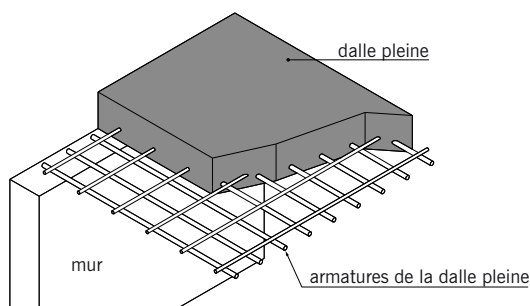

fig. 4.2
■ La **dalle pleine** (fig. 4.2) : plancher en béton armé de 15 à 20-cm d'épaisseur coulé sur un coffrage plat. Le diamètre des armatures incorporées et leur nombre varient suivant les dimensions de la dalle et l'importance des charges qu'elle supporte. Ce type de plancher est très utilisé dans l'habitat collectif.